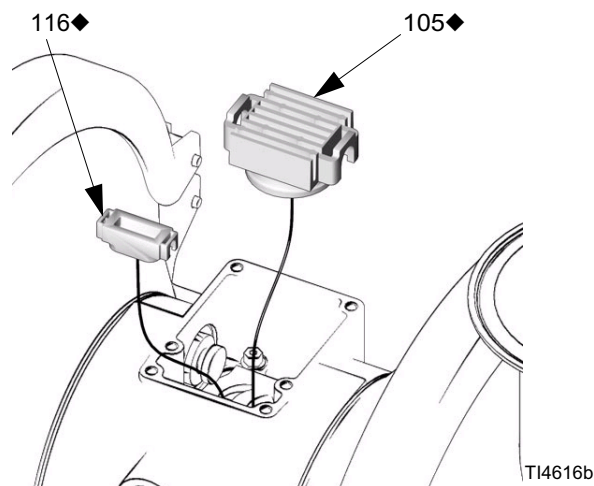

Рис. 7
3. Сместите каретку (105) клапана в центральное положение и извлеките ее из углубления. Пользуясь плоскогубцами с остроконечными губками, извлеките из углубления блок управления (116), держа его вертикально. Смотрите Рис. 7.